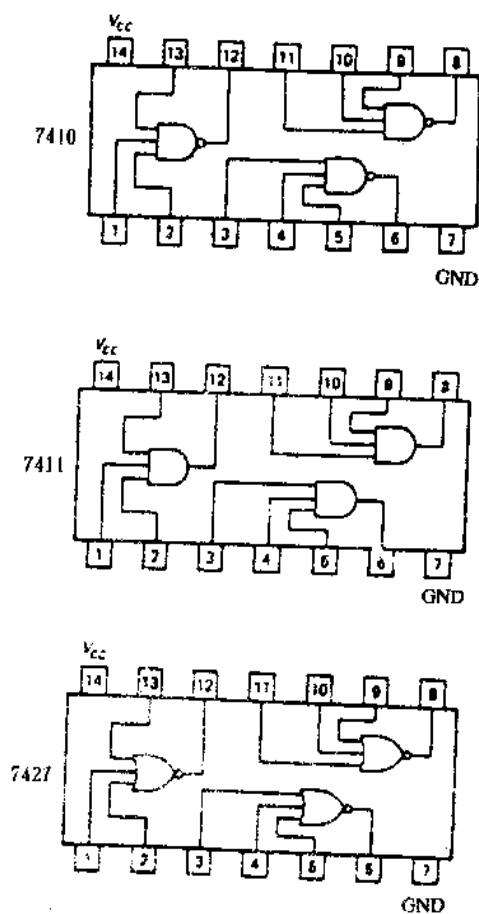

图 16.3 7410, 7411, 7427 的引脚图
2. 设计一个可以测7410, 7411, 7427的实验电路，并将结果在屏幕上显示出来，图16.3为这些IC的内部结构。